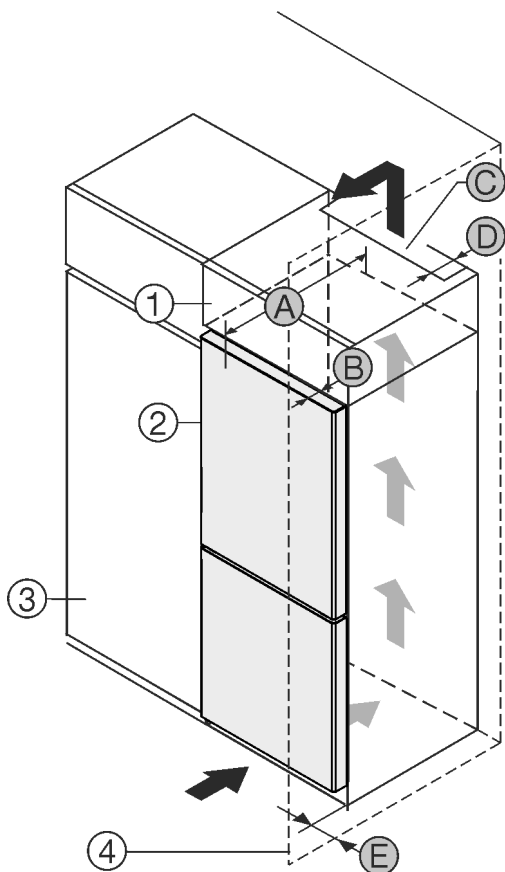

Fig. 1
- (1) Дополнительный шкафчик\*
- (2) Устройство\*
- (3) Кухонный шкаф\*
- (4) Стена\*
- (A) Глубина устройства\*
- (B) Глубина двери\*
- (C) Вентиляционное сечение\*
- (D) Расстояние до обратной стороны устройства\*
- (E) Расстояние до стороны устройства\*
Вы можете установить устройство непосредственно рядом с кухонным шкафом Fig. 1 (3)\*.
На задней стенке дополнительного шкафчика должен быть вентиляционный канал с глубиной Fig. 1 (D) по всей ширине этого шкафа.\*
Нужно соблюдать вентиляционное отверстие Fig. 1 (C) под нижней панелью.\*
Если устройство устанавливается на шарнирах у стены Fig. 1 (4), то расстояние между устройством и стеной должно быть не менее 13 мм.\*
Если устройство устанавливается на шарнирах у стены Fig. 1 (4), то расстояние между устройством и стеной должно быть не менее 20 мм.\*
Чтобы можно было полностью открыть дверь, устройство должно выступать на глубину двери Fig. 1 (B) относительно передней стенки кухонного шкафа. В зависимости от глубины кухонных шкафов Fig. 1 (3) и использования пристенных распорок устройство может выступать и больше.\*